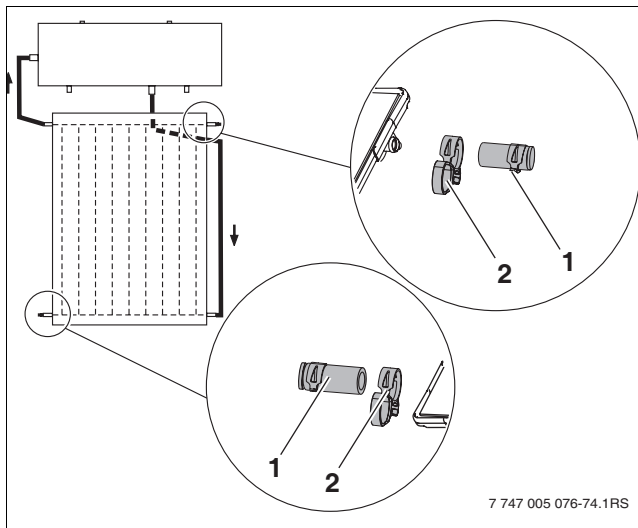

Bild 57 Federbandschelle mit Sicherungsring und vormontiertem Blindstopfen
- Vormontierte Blindstopfen (Bild 57, [1]) mit Federbandschelle [2] auf die beiden freien Anschlüsse des Kollektorfeldes stecken.